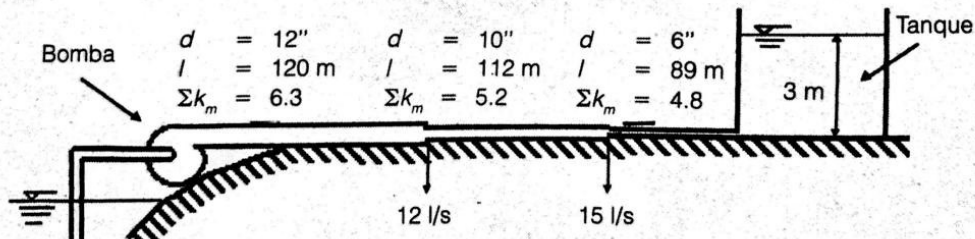

Figura P5.2
- 5.2** Una bomba transmite una cabeza total de 47 m al flujo de agua en una serie de tres tuberías, tal como se muestra en la figura P5.2. Las tres tuberías están elaboradas en PVC ($k_s = 1.5 \times 10^{-6}$ m). ¿Cuál es el caudal que llega al tanque ubicado aguas abajo? ¿Cómo varía éste si se suspende el segundo caudal lateral?